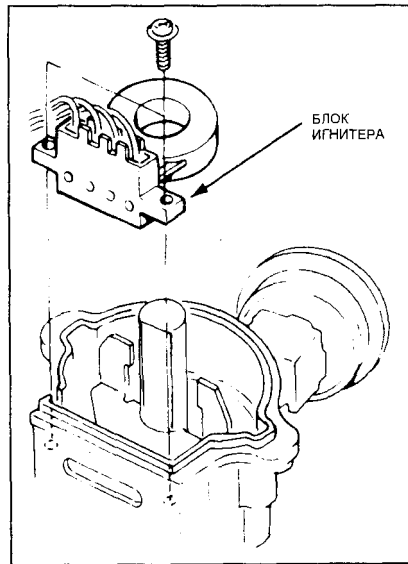

Рис. 10-63.
2. Снимите крышку игнитера и вытащите игнитер (рис. 10-63).